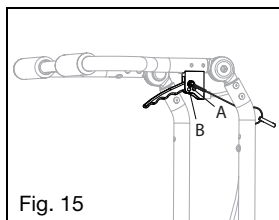

Fig. 15
- a. Determine qué estilo de vara de espaldar y gatillo se proporcionaron con la silla comprobando las imágenes de las Figs. 15 y 16.
- c. Inserte el pasador, unido por un cordón al gatillo, en el orificio del gatillo manual (Fig. 15:A y 16:A).
- d. Inserte el pasador, unido al gatillo por un cordón de seguridad, en el orificio (Fig. 15:B y 16:B).